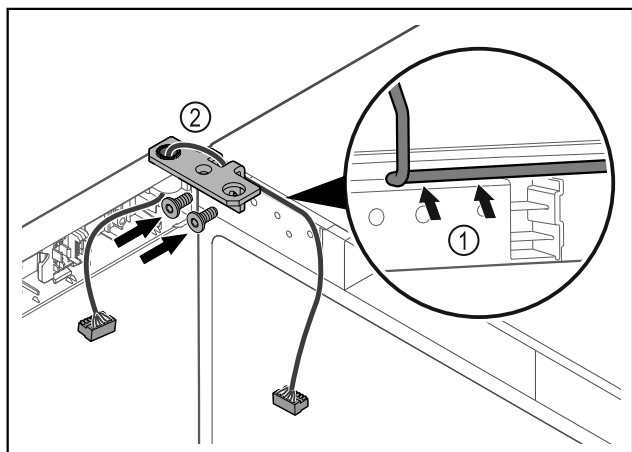

Fig. 58
- ▶ Sæt kablet gennem hængselvinklens udsparring, og træk det forsigtigt Fig. 58 (1).
- ▶ Skru hængselvinklen Fig. 58 (2) på.